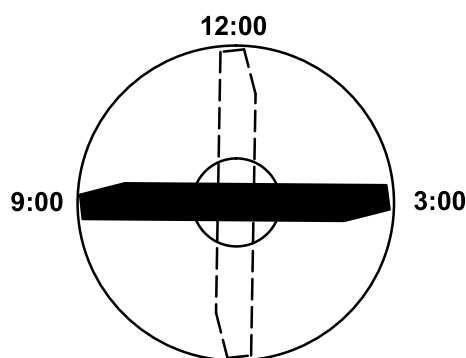

Figura 12
4. Posicione a extremidade de corte da extremidade marcada da lâmina nas 12 horas (a direito na direção do corte) (Figura 12) e meça a altura da mesa à extremidade de corte da lâmina.
5. Rode a extremidade marcada da lâmina para as posições das 3 horas e das 9 horas (Figura 12) e meça as alturas.